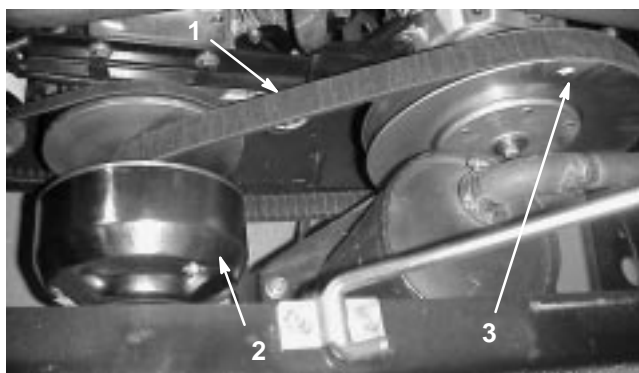

Bild 29
1. Drehen Sie den Riemen und verlegen ihn über die sekundäre Kupplung (Bild 29).
2. Entfernen Sie den Riemen von der Hauptkupplung (Bild 29).